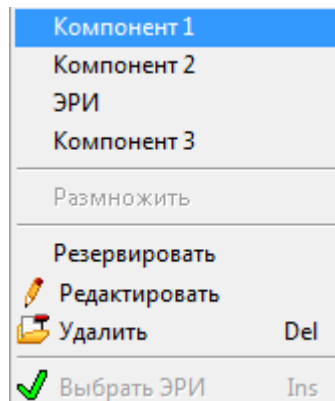

Рис. 3.17. Меню выпора добавляемого компонента
В появившемся меню (см. рис. 3.17) выберите пункт «Компонент 1».
- В появившемся меню (см. рис. 3.17) Выберите пункт «Компонент 2».
- В появившемся меню (см. рис. 3.17) выберите пункт «Компонент 3».
- В появившемся меню (см. рис. 3.17) выберите пункт ЭРИ.